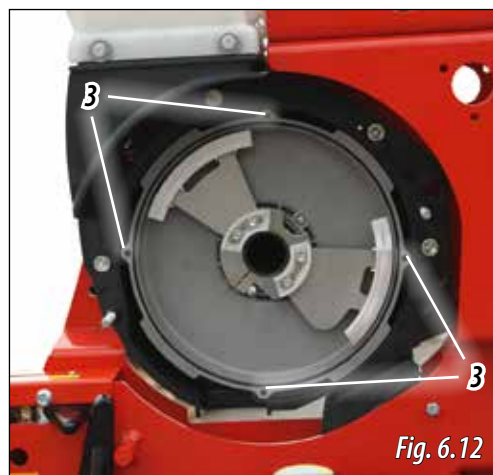

Fig. 6.12
- 3- Discul este fixat în mod magnetic. Prindeți discul cu ambele mâini și trageți de el pentru a-l scoate. Odată scos discul pentru semințe, se poate vedea clopotul de golire al repartizorului (Fig. 6.12).
**IMPORTANT:** ÎMBINAȚI ȚEPII DISCULUI CU GĂURILE CLOPOTULUI DE GOLIRE AL REPARTIZORULUI (3, FIG. 6.12).